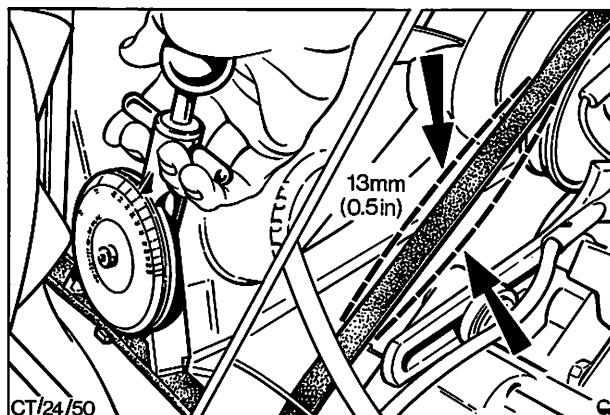

Abb. 6 Gesamtspiel in der Mitte der längsten Spannweite gemessen
2. Keilriemen durch Wegschwenken der Lichtmaschine vom Motor so weit spannen, bis das Gesamtspiel an der längsten Spannweite des Riemens bei normalem Fingerdruck 13 mm beträgt. Abb. 6.
Andererseits kann die Riemen Spannung mit einem Meßwerkzeug wie in Abb. 6 gemessen werden. Dazu siehe „Technische Daten“ – Keilriemenspannung.
- Andererseits kann die Riemen Spannung mit einem Meßwerkzeug wie in Abb. 6 gemessen werden. Dazu siehe „Technische Daten“ – Keilriemen Spannung.